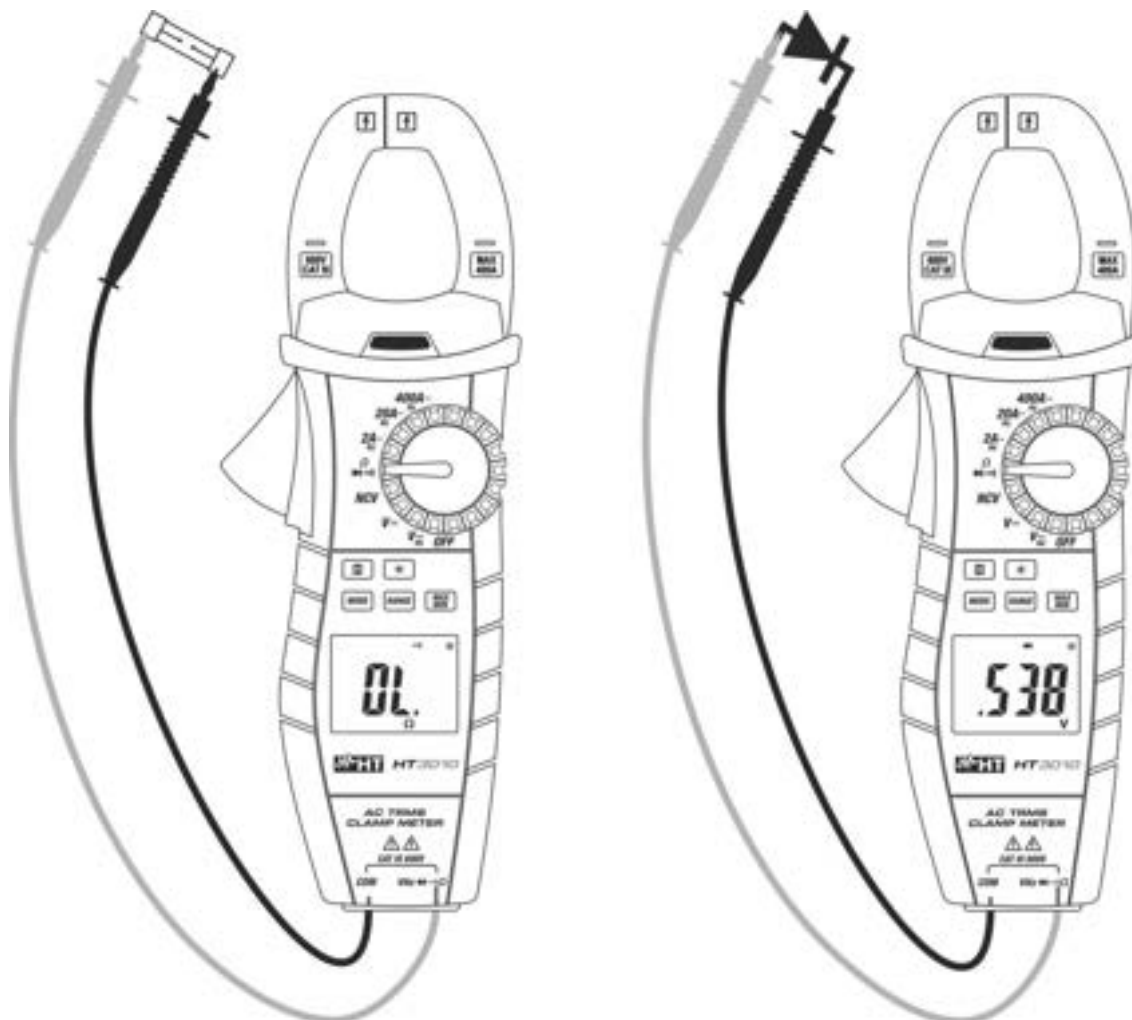

Fig. 7: Utilização da pinça em Testes de Continuidade e Testes de Díodos
3. Inserir o cabo vermelho no terminal de entrada $V\Omega Hz \rightarrow \text{bell}$ e o cabo preto no terminal de entrada **COM** e efetuar o teste de continuidade sobre o objeto em teste (ver Fig. 7 – parte esquerda). O indicador sonoro emite um sinal acústico quando o valor da resistência medida é inferior a cerca de 30Ω .
5. Conectar a ponteira vermelha ao ânodo do diodo e a ponteira preta ao cátodo no caso de medição de polarização direta (ver Fig. 7 – parte direita). Inverter a posição das ponteiras no caso de medição de polarização inversa.